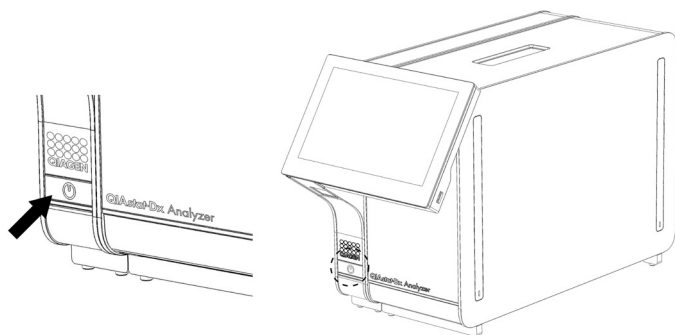

图 22. 按下开机按钮启动仪器。
1. 按下 QIAstat-Dx Analyzer 1.0 前侧的开机按钮启动装置（图 22）。